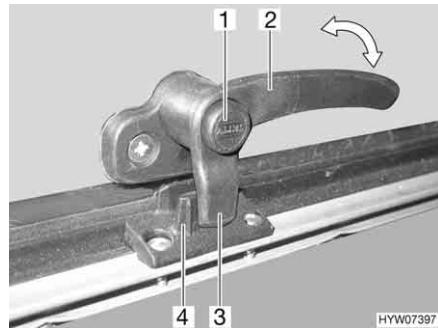

Fig. 23 Leva di serraggio in posizione "Chiuso"
- Premere il bottone di sicurezza (Fig. 23,1) e mantenerlo premuto.
- Ruotare la leva di serraggio (Fig. 23,2) di un quarto di giro verso il centro della finestra.
- Ruotare la leva di serraggio (Fig. 23,2) di un quarto di giro verso il telaio della finestra. Il nasello di chiusura (Fig. 23,3) della leva di serraggio si trova completamente sul lato interno della chiusura della finestra (Fig. 23,4).
- In posizione "Completamente chiusa" (Fig. 23)